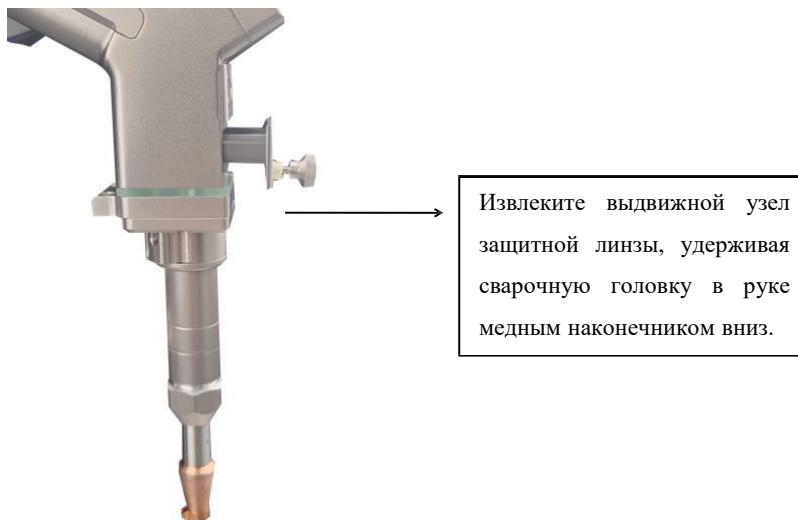

Рисунок 7-2
(2). Держа сварочную головку медным наконечником вниз, аккуратно извлеките узел выдвижного модуля с защитной линзой из корпуса сварочной головки и переместите его в чистую и беспылевую зону. Одновременно закройте корпус сварочной головки, чтобы предотвратить попадание пыли (см. рисунок 7-2).